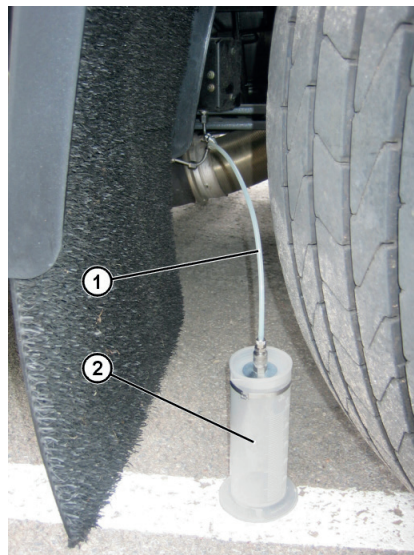

Fig. 6: Mesure de la quantité dosée
5. Collegare il recipiente graduato (Fig. 6, Pos. 2) alla tubazione pressione di prova (Fig. 6, Pos. 1).